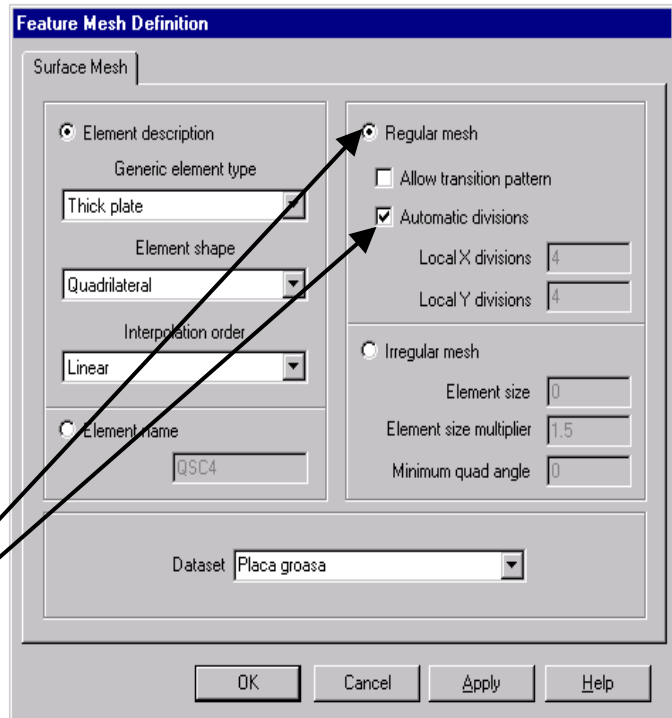

Fig. 7
- în caseta de dialog se alege elementul finit de placă groasă (**Thick plate**) (fig. 7)